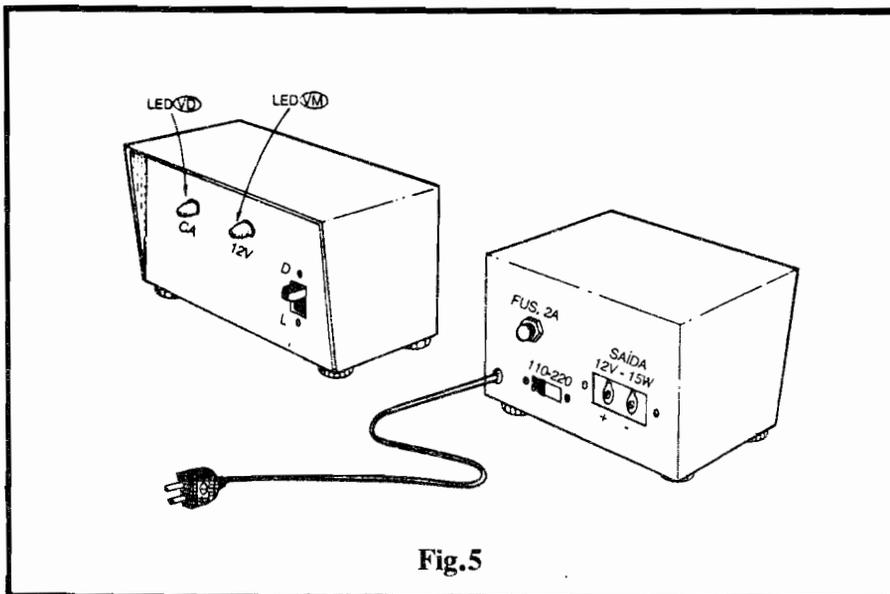

Fig. 5
- **FIG. 5 - CAIXA E ACABAMENTO...** - Existem duas opções básicas para o "encaixamento" do circuito do ILPES: ou com a bateria anexa ficando fora da caixa, ou com a tal bateria dentro do **container**... Obviamente que, dependendo da escolha feita para a acomodação da bateria, as dimensões da caixa deverão "acompanhar" os requisitos dimensionais... Em qualquer caso, para que o resultado fique profissional, recomendamos o uso de um **container** robusto, de preferência metálico (ou então com "paredes" de plástico grosso e forte...). A figura sugere o posicionamento da chave "liga-desliga" e LEDs indicadores (no painel frontal), e da chave de Tensão, suporte do fusível e conectores de Saída (estes no painel traseiro). Na base da caixa, é bom fixar-se quatro pés de borracha... No furo de passagem do cabo de força, um ilhós também de borracha, complementa o acabamento profissional... Também é bom demarcar com caracteres transferíveis ou decalcáveis, os controles, chaves, acessos e indicadores, para que tudo, visualmente falando, fique "nos conformes"...